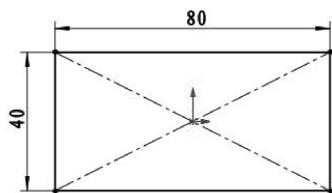

图 3-6 绘制矩形
- 单击中心矩形按钮，绘制呈中心线对称的矩形，如图 3-6 所示。